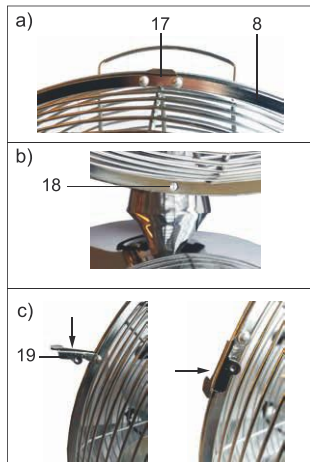

Fig.84: Montering av det främre skyddsgallret
18. Skjut det främre skyddsgallret (8) med kroken (17) över det bakre skyddsgallrets stomme ligger an mot varandra, se bild 84 a).
19. Kontrollera att de båda spåren (18) nedtill i de båda skyddsgallrens stomme ligger an mot varandra, se bild 84 b).
20. Skjut de fyra låsklämmorna (19), som sitter på det främre skyddsgallrets sida, över de bågiga skyddsgallrens stomme, se bild 84 c).
21. För in stjärnskruven med kullrigt huvud (8a) i det främre och bakre skyddsgallrets spår (18).